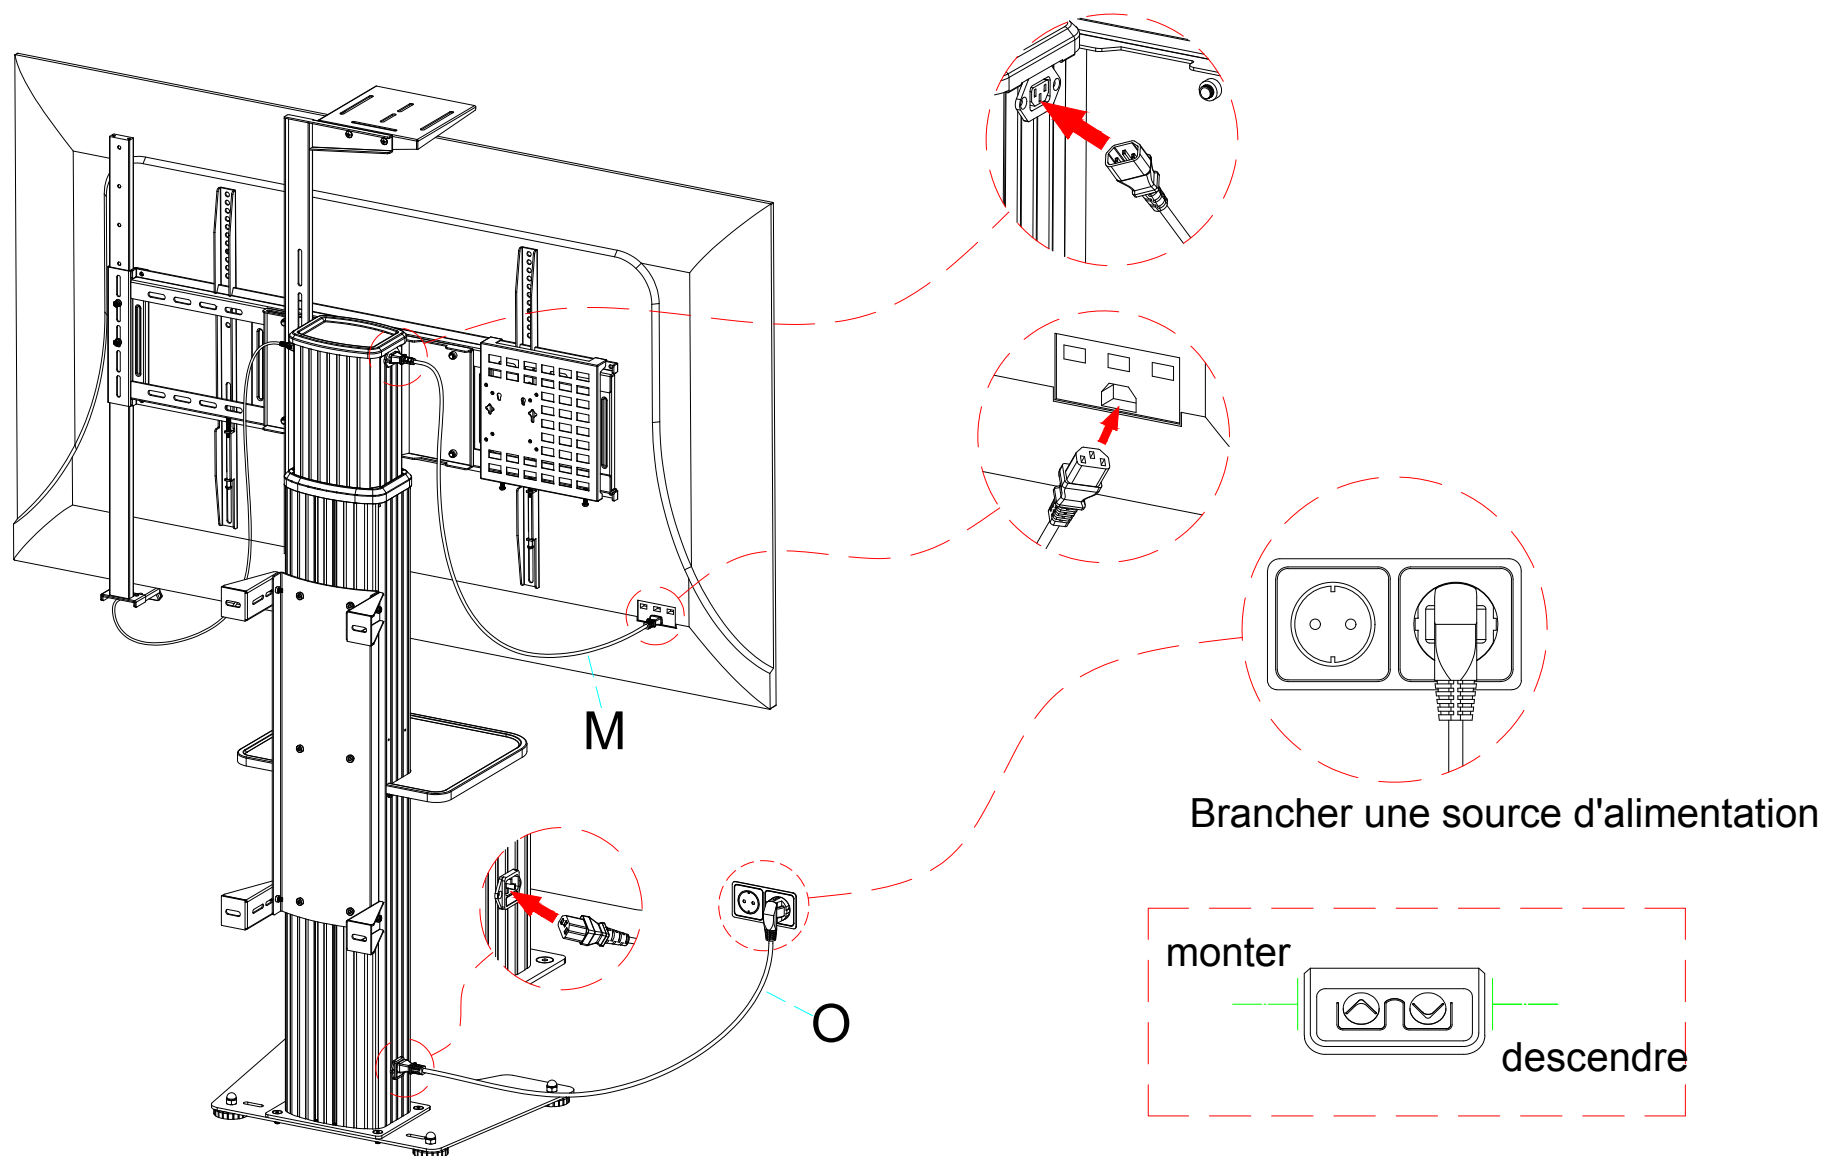

Figure 13
Étape 13 : Connectez le câble de sortie d'alimentation (M) à l'entrée secteur de l'écran, à la colonne (A), puis insérez le câble d'alimentation (O) dans le support colonne (E), branchez l'alimentation électrique et testez la touche de fonction pour vous assurer que le levage et l'abaissement se font normalement. (Figure 13)